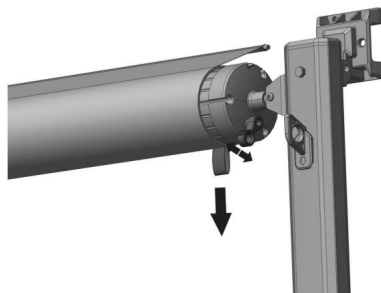

Figure E2
2. Impossible de déplacer le levier à cliquet : le levier à cliquet est coincé à l'intérieur du cliquet en raison du couple du ressort. En tournant le levier à cliquet, vous pouvez tirer doucement sur la bobine et tirer sur la sangle avant de tourner le levier à cliquet. (Figure E2)